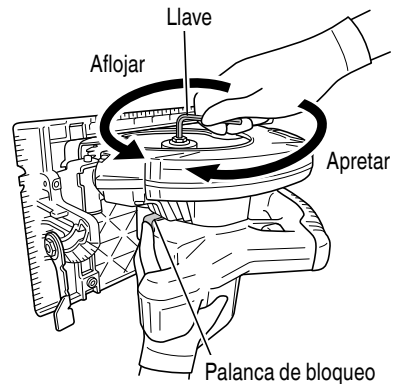
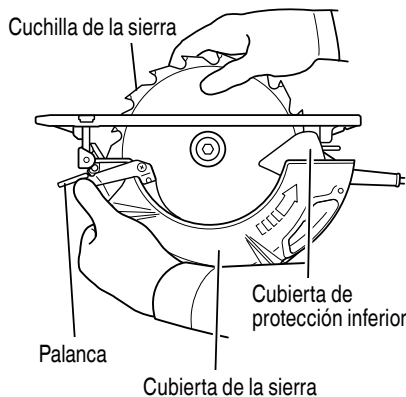

Fig. 15
Fig. 16
- Ajuste el volumen de corte al máximo, y coloque la sierra circular como se muestra en la Fig.15.
- Presione la palanca de bloqueo, bloquee el husillo y quite el perno de brida hexagonal y la arandela (B) con la llave de barra hexagonal.
- Mientras sujeta la palanca para mantener la cubierta de protección inferior completamente retractada dentro de la cubierta de la cuchilla, retire la cuchilla de la sierra. (Fig.16)